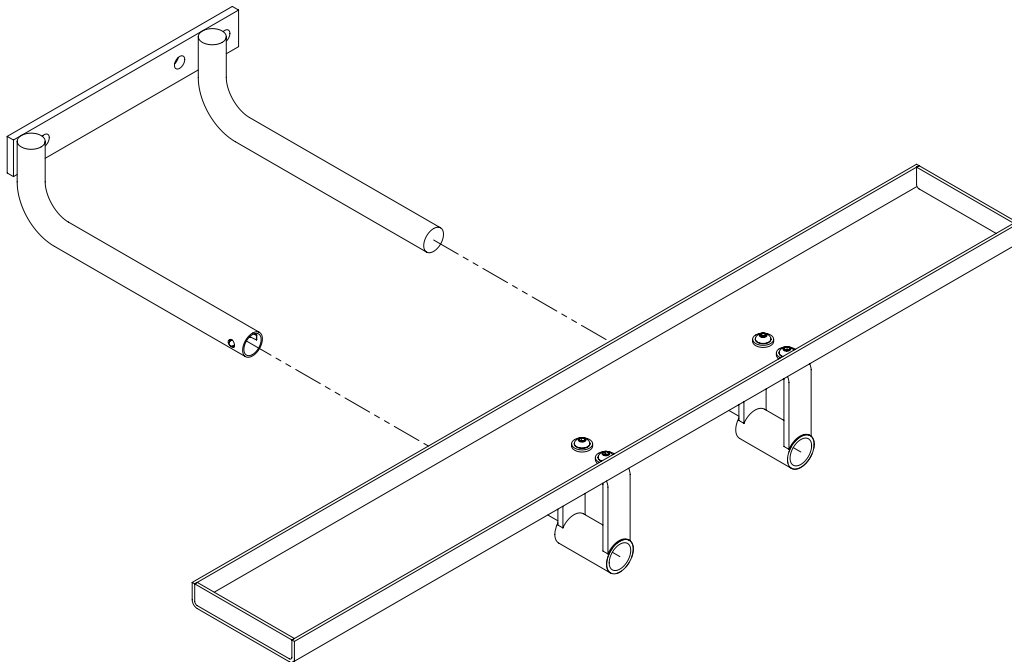

Figura 4: Conexión de la vía de la rueda al soporte de la rueda.
4. Oprima el pasador de posición y deslice la vía de la rueda por los tubos de soporte de la rueda que sobresalen. Una vez que la vía de la rueda esté colocada en el soporte de la rueda, ariete los tornillos de cabeza hueca (vea la figura 4).